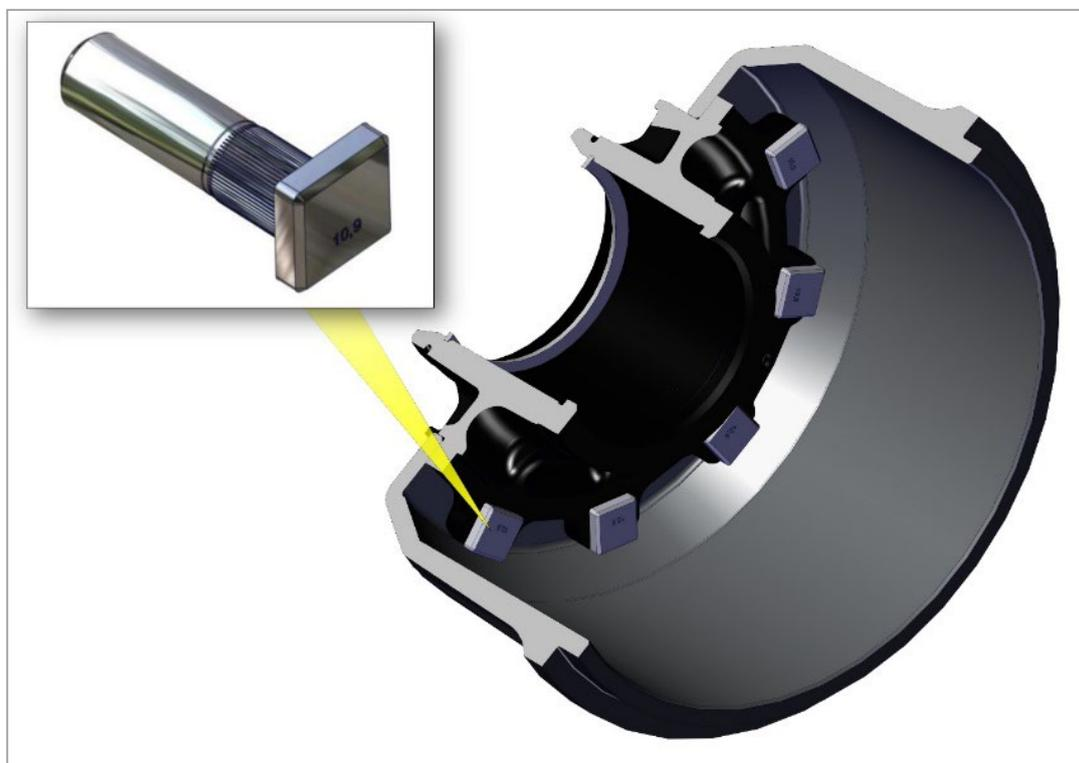

Рис. 11. Установка шпилек
3) Шпильку необходимо надежно устанавливать на место, следя за тем, чтобы она располагалась под прямым углом к поверхности ступицы и точно садилась на внутренний торец тормозного барабана (рис. 11).